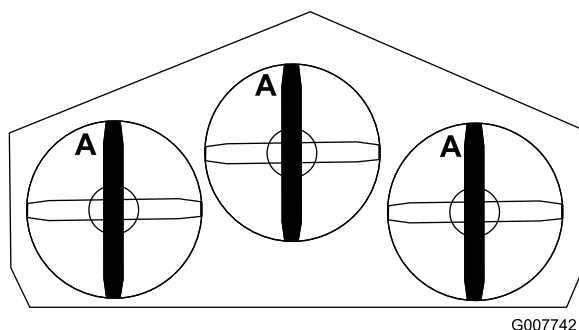

Figure 54
1. Tournez les lames dans le sens longitudinal (Figure 54).